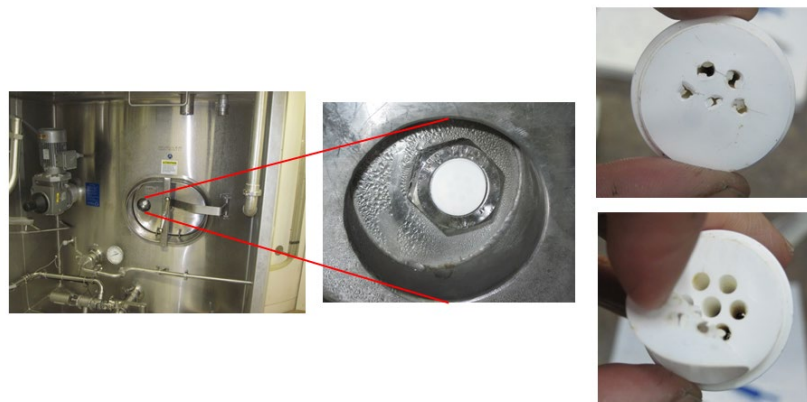

Figure 1. Photos d'un septum multiple sur un silo à lait.
- 3.1.13** Sur le septum du silo à lait, vérifier la présence d'au moins un site d'échantillonnage intact, n'ayant jamais été utilisé (certains septums contiennent sept sites utilisés en rotation pour l'échantillonnage) (voir figure 1). Si un septum à usages multiples sans site prédéterminé est utilisé, celui-ci doit être changé après chaque utilisation. Les sites d'échantillonnage du septum ne peuvent être utilisés qu'une seule fois, pour ne pas compromettre la validité des résultats d'analyse.